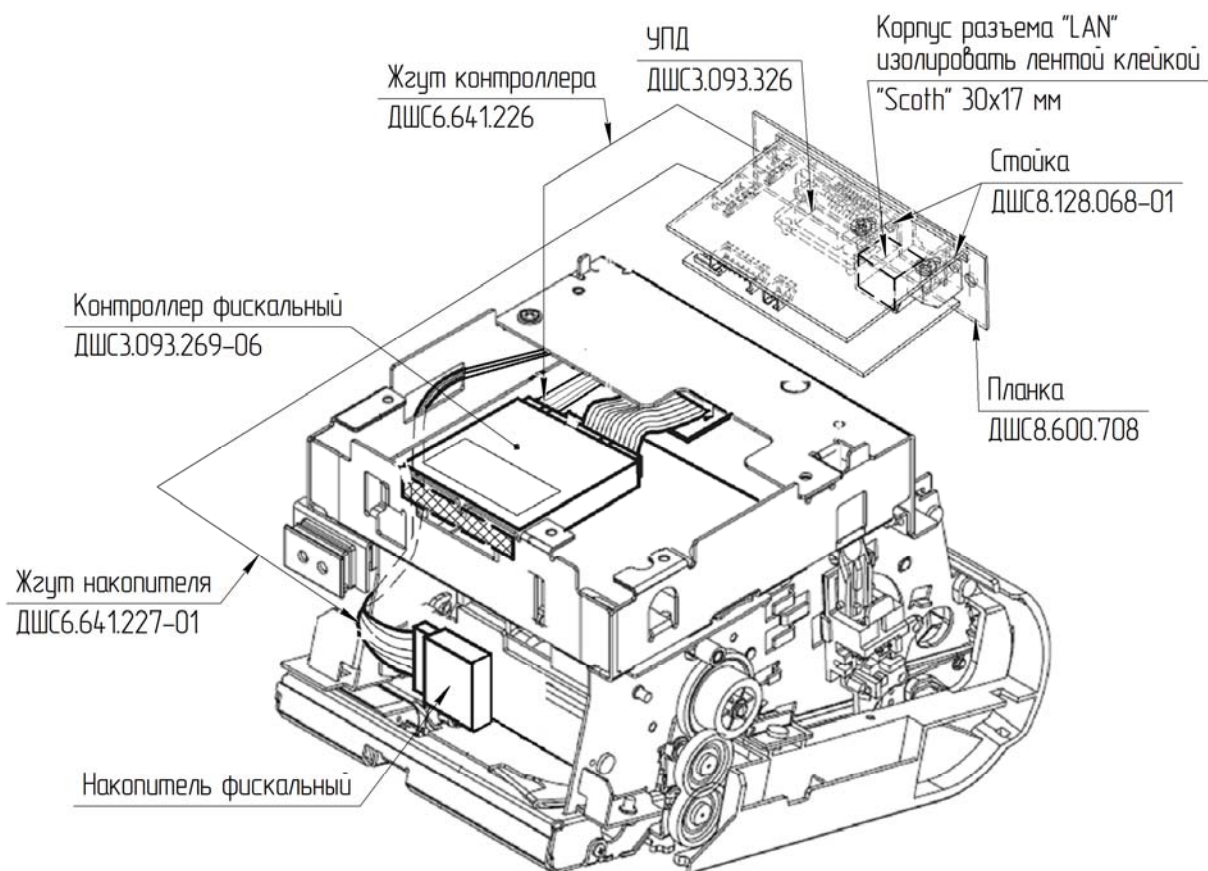

Рисунок 4.7 – Установка устройств, прокладка жгутов
- установить планку ДШС8.600.707 (см. рисунок 4.7);
- проверить наличие изоляционной ленты на разъеме «LAN» УПД (см. рисунок 4.7);
- установить ФН на застёжки самоклеющиеся или на ленту двухстороннюю, и проверить подключение жгутов (см. рисунок 4.7);